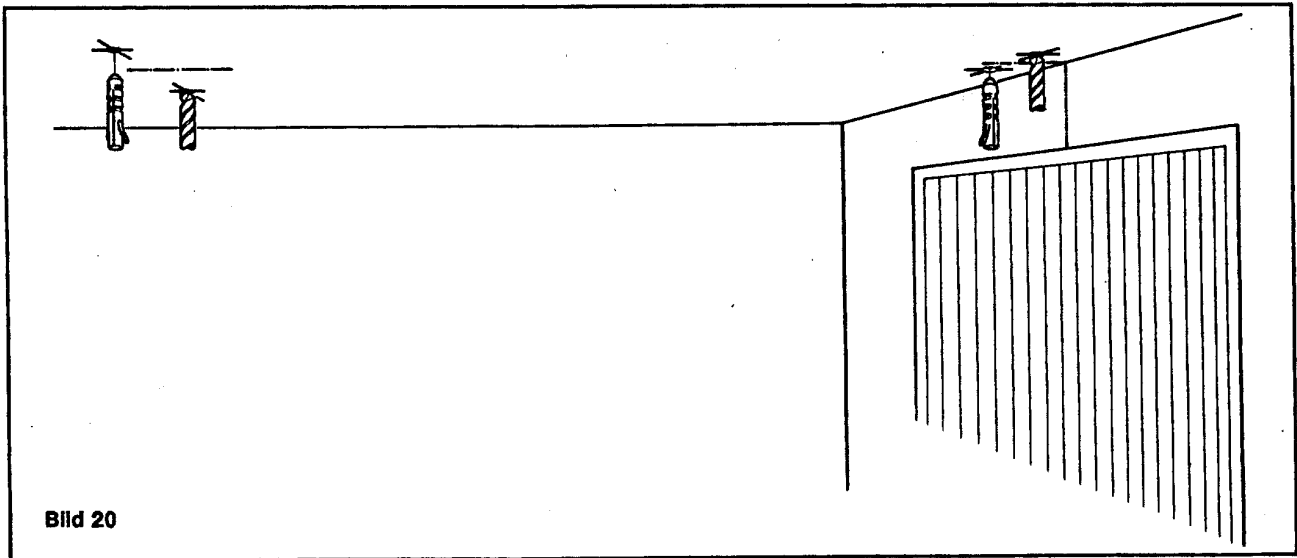

Bild 20
5.16.) An den 4 Befestigungspunkten mit Schlagbohrmaschine mit Bohrer Ø 8 mm Plastikdübel (Zubehör) setzen (Bild 20).